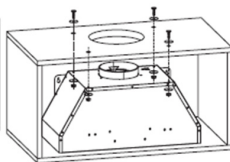

Fig 10.
2. Conformément à la figure 10, utilisez 8 vis M4\*35, 8 rondelles et 4 écrous de vis pour fixer la cavité à la partie supérieure du meuble. Assurez-vous que la partie inférieure de la cavité est solidement fixée à la partie inférieure du meuble.